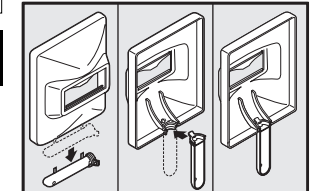

Figure 4
1. Éloigner la poignée amovible du masque (WF2050 et WF2054 seulement; le modèle WF2057 est fourni avec un casque complètement assemblé. Couper l'excès de plastique pour enlever les bords tranchants (Voir la figure 4).
2. Pour fixer le manche, placer le masque à main sur une surface nivelée et appuyer sur le manche jusqu'à ce qu'il soit en place. (Voir Figure 4).